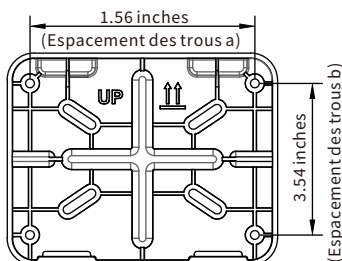

Figure A-2 (Plaque de fixation)
5.1.2 Après avoir percé les trous correspondants dans le mur, retirez le gabarit de perçage. Insérez les trous correspondants de la plaque de fixation (Figure A-2) et de la barre de fixation en forme de L (Figure A-3) dans le bouchon en caoutchouc expansible et fixez-les avec des vis. Assurez-vous que la surface concave de la plaque de fixation soit tournée vers l'installateur et que le symbole de flèche double "UP" sur la surface concave de la plaque soit orienté vers le haut, comme montré dans la Figure A-2.